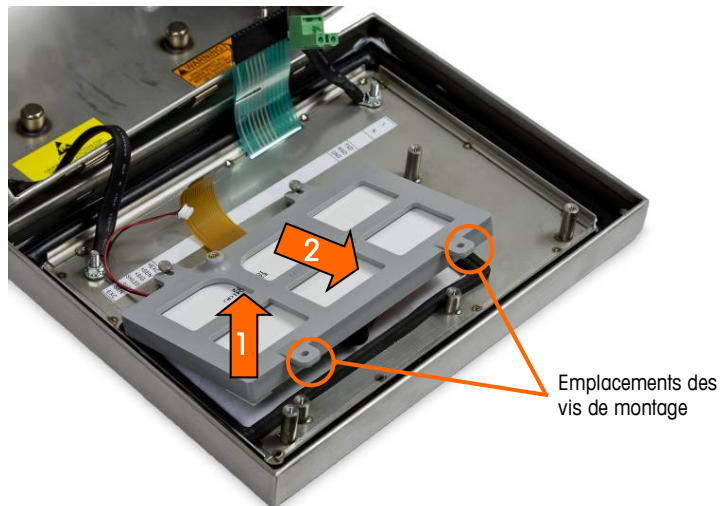

Figure 5-20 : Vis de montage du module de l'afficheur
1. Dévissez et retirez les deux vis maintenant le module de l'afficheur sur l'enceinte. Les positions des vis sont identifiées sur la Figure 5-20.
3. Placez le module de l'afficheur ACL dans le support avec les faisceaux de l'afficheur et du rétroéclairage orientés conformément à la Figure 5-20.
6. Installez les deux vis maintenant le module de l'afficheur sur l'enceinte. Les vis sont identifiées sur la Figure 5-20.